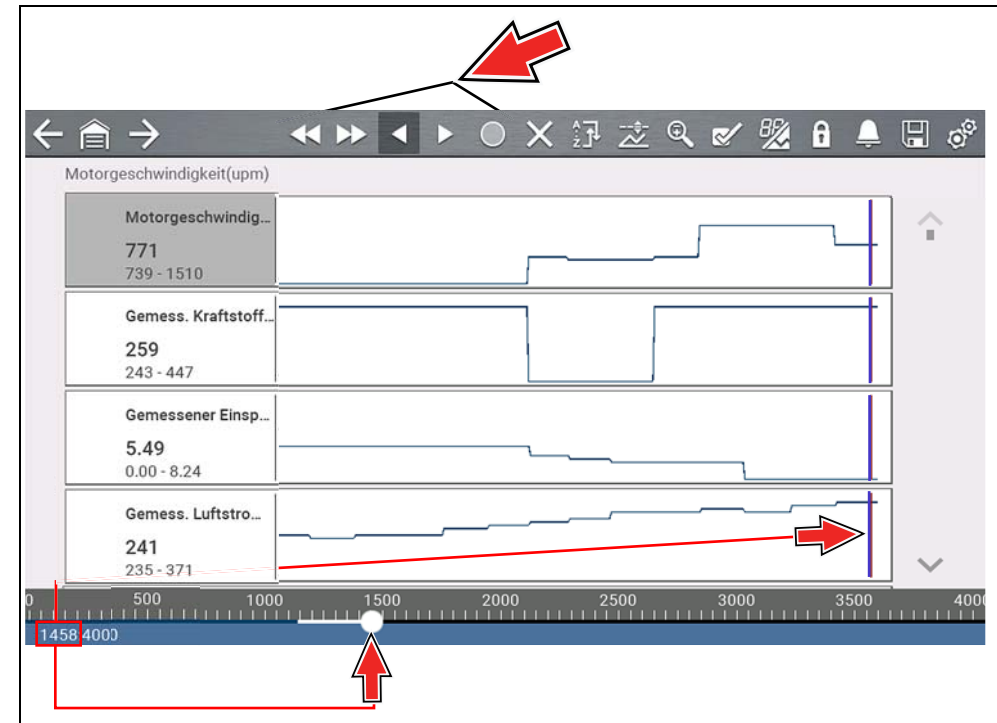

Abbildung 4-20
- Nutzen Sie die Symbole zur Steuerung (Abbildung 4-20) während der Prüfung, um die Daten sorgfältig durchzugehen.
- Der blaue (vertikale) Cursor (Abbildung 4-20) zeigt Ihre Position in den Daten an und wird durch den aktuellen Positionswert im Positionszähler angezeigt. Dieser Cursor wird in allen PIDs angezeigt.